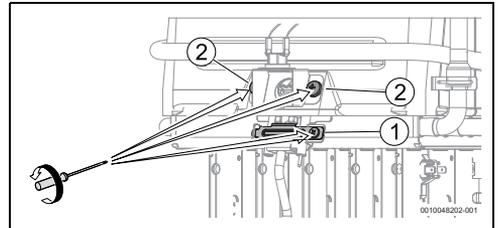

Fig. 16
- ▶ Retirer les vis qui maintiennent le raccord-union de la veilleuse, fig. 16, [1].
- ▶ Retirer les vis qui maintiennent le raccord-union de l'appareil de commande pour la chambre de combustion, fig. 16, [2].